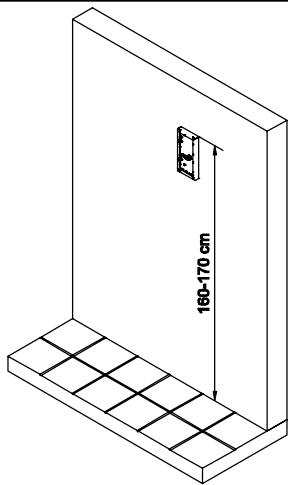
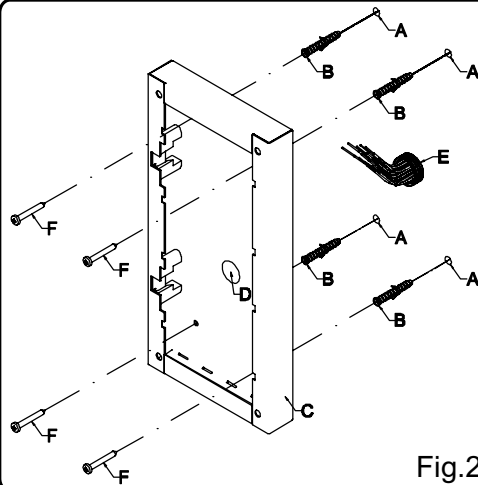

Fig.1
Fig.2
- Place the surface box against the wall (165-170cm between the top of the box and the floor level as shown in figure 1) and mark the fixing holes for the wall plugs and the hole for the cables **E** (fig.2). Observe the orientation of the box with the hinge on the left;
- As shown on figure 2, drill the fixing holes **A**, insert the wall plugs **B** and feed the cables **E** through the surface box opening **D**, fix surface box **C** to the wall using the screws **F**;
- Protect the module support frame fixing holes from dust then embed the back box into the wall (165-170cm between the top of the box and the floor level as shown on the figure 1) feeding the cables **E** (fig.2) through a previous open hole in the box. Observe the direction of the box ensuring the hinge is on the left and take care that the box profile must be in line with the finished wall profile;
- Appoggiare la scatola da superficie alla parete (ci devono essere 165-170cm tra la parte alta della scatola e il terreno come mostrato in fig.1) e prendere i riferimenti per i fori di fissaggio tenendo conto che il gruppo di fili **E** (fig.2) deve attraversare il foro **D** (fig.2) della scatola da superficie. Se non indicato, il verso della scatola deve essere tale da lasciare la cerniera a sinistra;
Dopo aver opportunamente protetto i fori di fissaggio del supporto moduli, murare la scatola da incasso (lasciare 165-170cm tra la parte alta della scatola e il terreno) facendo passare il gruppo di fili **E** (fig.2) attraverso uno dei fori (precedentemente aperto) sul fondo della scatola. Se non indicato sul fondo della scatola, il verso deve essere tale da far rimanere la cerniera a sinistra. Fate attenzione affinché la scatola venga murata a filo muro finito;